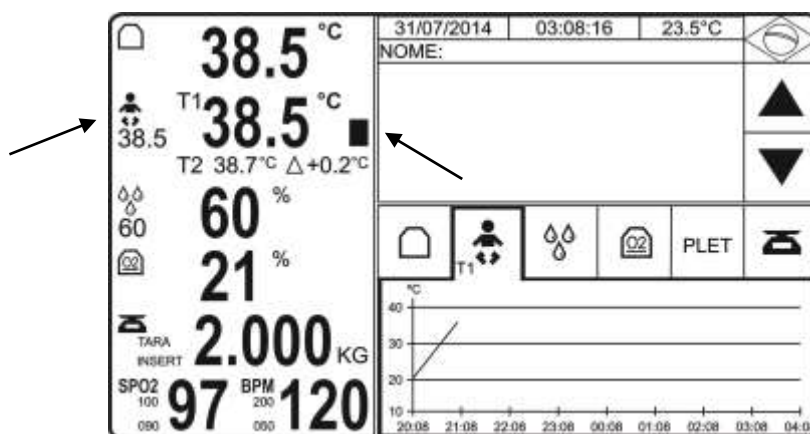

Figura 135 – Set point da temperatura RN acima de 37°C
- A direita do valor lido para a temperatura do RN há uma barra de indicação proporcional do nível de aquecimento, conforme figura 135.
- Os alarmes de HIPERTERMIA e HIPOTERMIA podem ser ajustados conforme item 6.4.9.4 – *Menu Alarmes*.